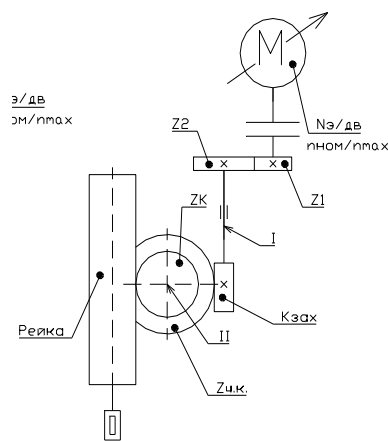

Рис. 1
16. На схеме рис. 1 определите скорость подачи шпинделя (мм/об.) при $n_{шп} = 600 \text{ мин}^{-1}$, $n_3 = 1000 \text{ мин}^{-1}$, $Z_1 = 20$, $Z_2 = 50$, числе заходов $k_{зах} = 1$, $Z_{ч.к.} = 50$, передача шестерня – рейка $Z_{ш} = 10 \text{ мм}$, модуль $m = 2 \text{ мм}$.